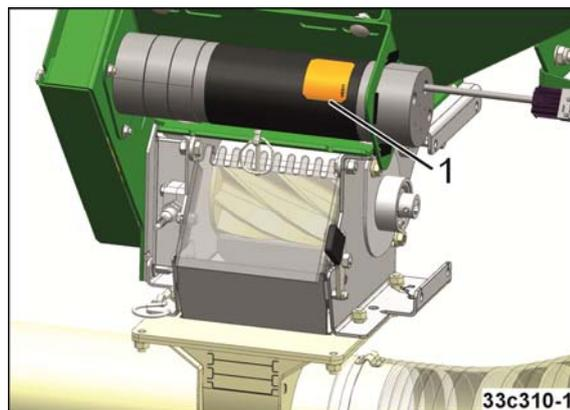

Fig. 76
- Markierte Bauteile (Fig. 76/1) **nicht** mit dem Hochdruckreiniger reinigen.